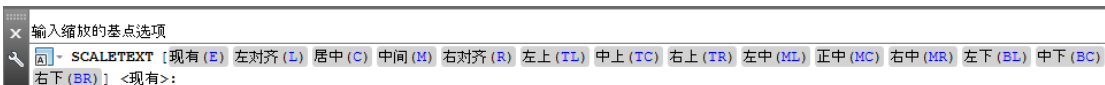

图 7.2.6 命令行提示
Step3. 系统命令行提示 **选择对象:** ，选取欲缩放的文字，按 Enter 键结束选取；在图 7.2.6 所示的提示下直接按 Enter 键；输入新高度值 5 后，按 Enter 键。至此完成缩放操作。
- 可以通过图 7.2.6 中的选项指定比例缩放文字的基点位置。指定的基点位置将分